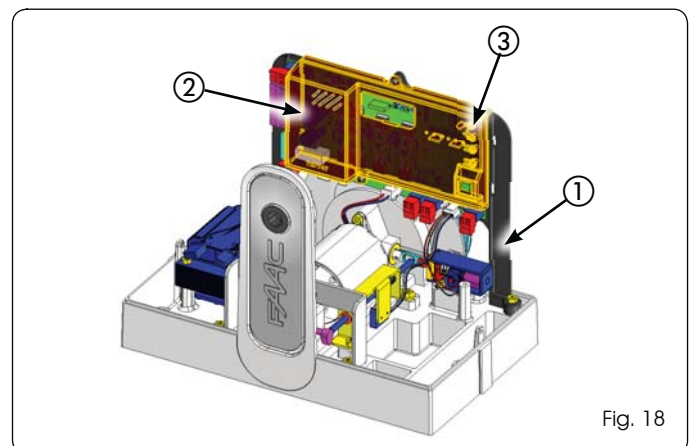

Fig. 18
Nos motorredutores o equipamento eletrônico de comando está fixado em um suporte (Fig. 18 ref. ①) com tampa transparente (Fig. 18 ref. ②).
Na tampa foram posicionados os botões de programação da placa (Fig. 18 ref. ③), isso permite efetuar a programação da placa sem remover a tampa.